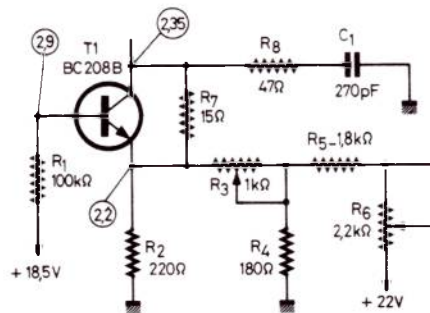

Figure 8
Voici, d'abord, le schéma de la **figure 8**, qui fait partie d'un étage de sortie vidéo-chrominance d'un téléviseur. La mesure des tensions sur le collecteur et sur l'émetteur ne présente rien de particulier étant donné la valeur très faible des résistances en jeu. En ce qui concerne la tension de base, le plus simple est de ne pas tenir compte de la résistance d'émetteur R_2 et de procéder comme si ce dernier était à la masse. Le courant de base I_b est ici de $155 \mu\text{A}$ et le transistor est visiblement en état de saturation, la chute de tension collecteur-émetteur étant de $0,15 \text{ V}$ d'après les chiffres donnés. Dans ces conditions, la résistance d'entrée « fictive » en continu serait de $18,7 \text{ K}\Omega$ et en effectuant la mesure successivement sur les sensibilités 3 et 10 V , on trouve, respectivement, $V_1 = 2,3 \text{ V}$ et $V_2 = 2,7 \text{ V}$. Le rapport n des sensibilités est $3,33$, d'où, en appliquant la formule de correction (2), on tire : valeur réelle de la tension de base = $2,9 \text{ V}$. La mesure des tensions de collecteur et d'émetteur du même schéma se fait sans que l'on ait besoin d'une correction quelconque.